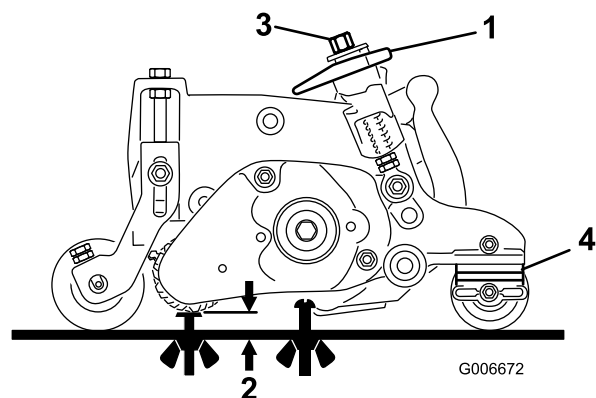

図 42
3. クイックアップレバー 図 42 を ON 位置ハンドルがカッティングユニットの前を指すにセットする。刈高およびグルーミング高さ推奨範囲を参考にして高さを設定する。
4. グルーミングリールの片方の端部で、グルーマの刃の一番下に突き出ているところから床までの高さを測定する 図 42。高さ調整ネジ 図 42 をつかって、グルーマの刃の高さを希望の高さに調整する。